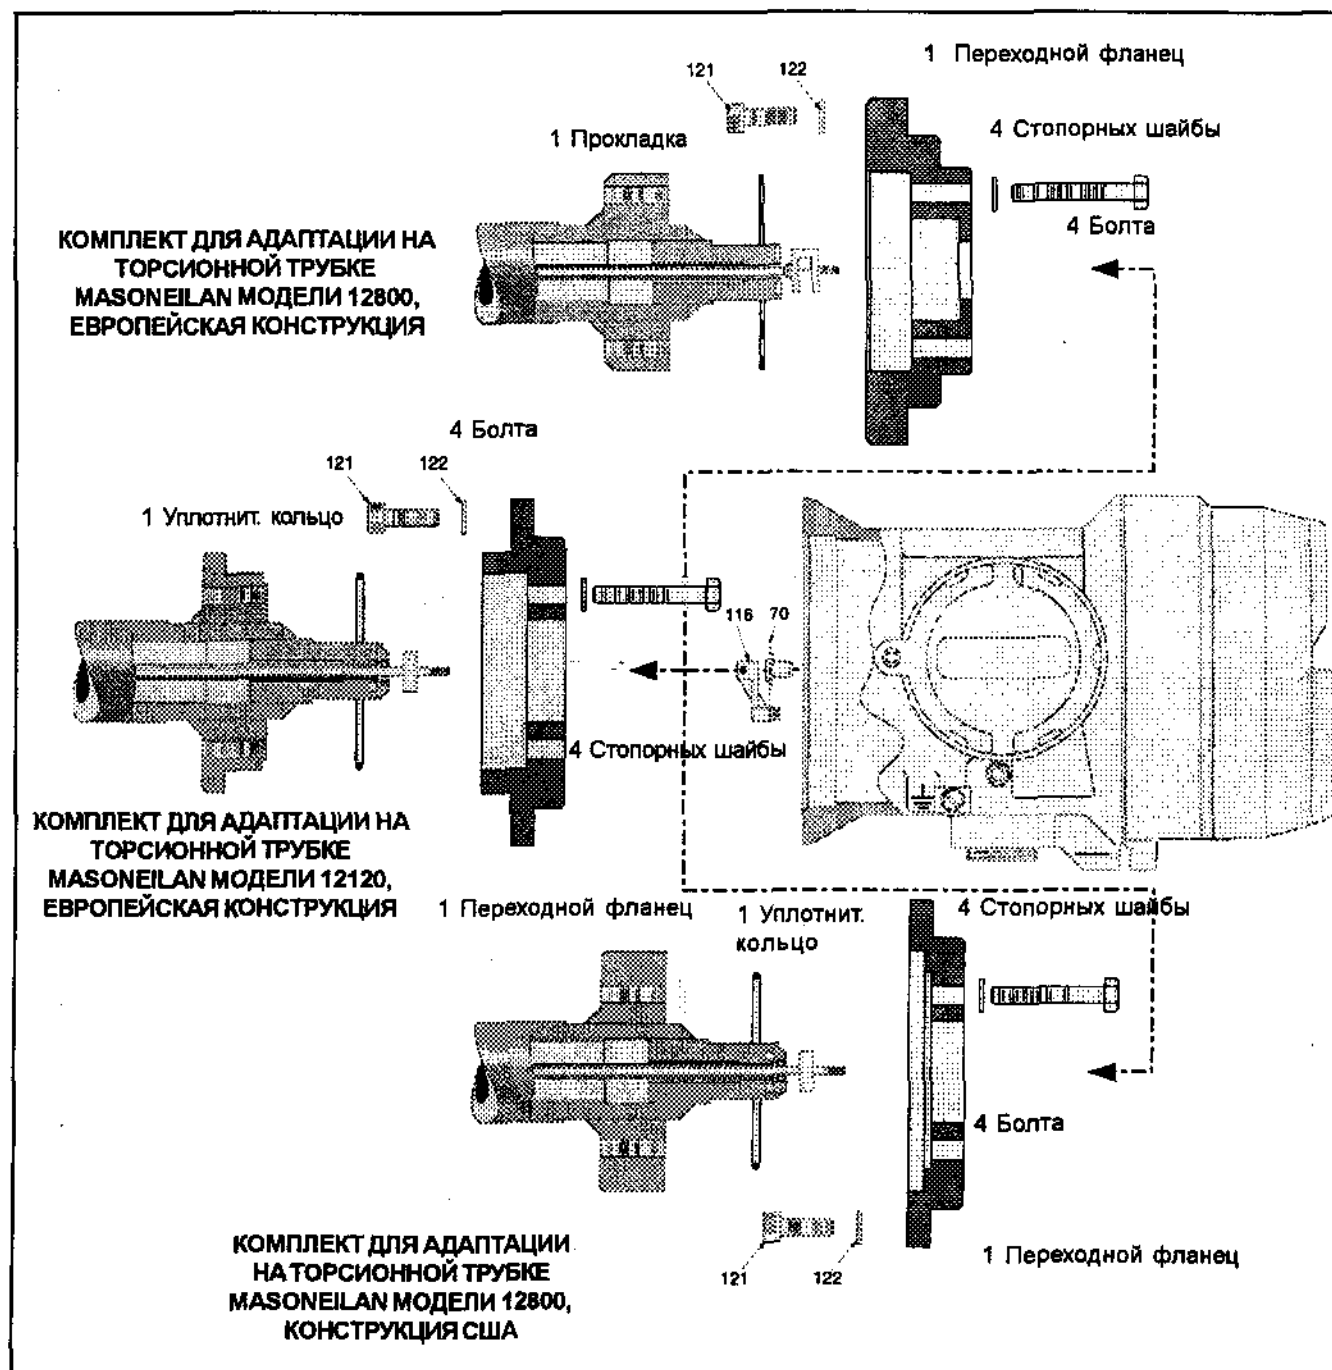

Рис. 14. Адаптация на торсионных трубках 12800/12120
е. Если торсионная трубка не от модели 12300, в случае необходимости снимите переходник корпуса уровнемера. Этот переходник состоит из фланца, прокладки и крепежа (см. рис. 14).
6.2.2 Установка на торсионную трубку моделей 12120 или 12800 (см. рис. 14)